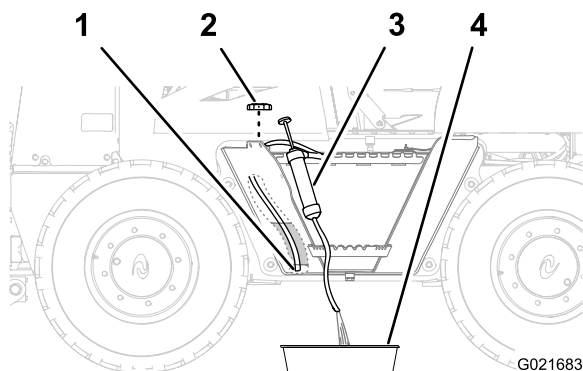

Рисунок 55
- Снимите крышку топливного бака (Рисунок 55).
- Проложите входной шланг сифонного оборудования через заливную горловину топливного бака и к его нижней части (Рисунок 55).
- Направьте выпускной шланг сифонного оборудования в сливной поддон (Рисунок 55).
- Установите крышку на заливную горловину топливного бака (Рисунок 55).